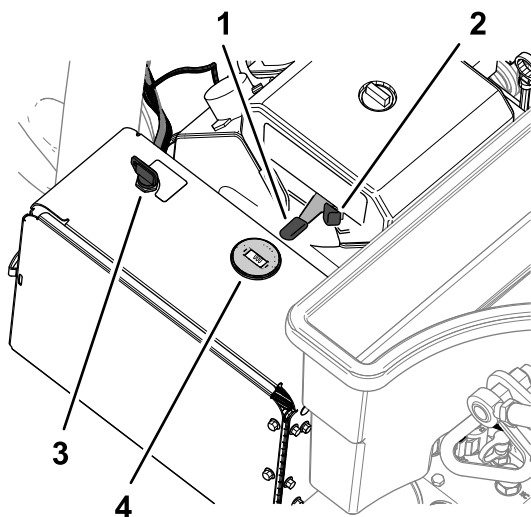

Figure 77
2. Utilisez le starter (Figure 77) comme suit :